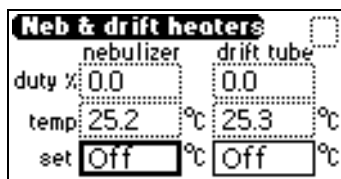

图 5-13 喷雾器和漂移管温度控制诊断屏幕
1. 在 Gas & temp control 菜单中，按 2 Neb & tube temp control，运行喷雾器和漂移管加热器温度控制诊断。出现“喷雾器和漂移管加热器温度控制”屏幕（图 5-13）。